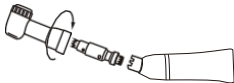

Abb. 15.1
- ① Lösen Sie die kleine Schraube am gebogenen Teil, schieben Sie die Kopfabdeckung beiseite und entfernen Sie das Getriebe [Abb. 15.1].